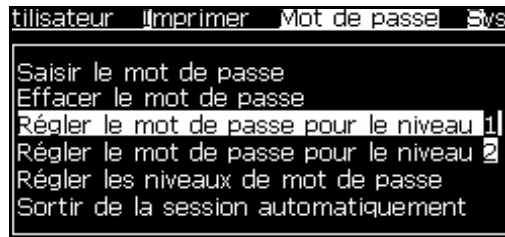
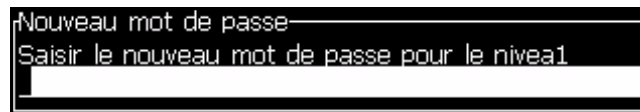

Figure 4-4: Configurez le niveau du mot de passe
Figure 4-5: Nouveau mot de passe
- 1 Appuyez sur *Alt + w* et sélectionnez *Régler le mot de passe pour le niveau 1* ou *Régler le mot de passe pour le niveau 2* à partir du menu *Mot de passe* (voir la section Figure 4-4 à la page 4-5). La boîte de dialogue *Saisir Mot de passe* apparaît (voir la section Figure 4-5 à la page 4-5).